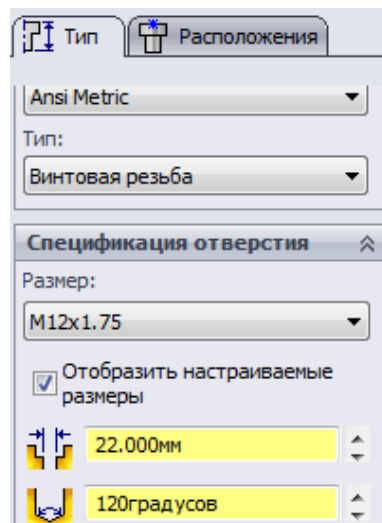

Рис. 26. Налаштування отворів
21. У даному ж вікні нижче у першому списку для налаштування вибираємо “ANSI METRIC”. Нижче у списку вибираємо “ВИНТОВАЯ РЕЗЬБА” Установлюємо далі розмір різьби M12x.15, “ДИАМЕТР СКВОЗНОГО ОТВЕРСТИЯ”– 2 мм., а “ГРАНИЧНОЕ УСЛОВИЕ”–на заданое расстояние, “ГЛУБИНА ГЛУХОГО ОТВЕРСТИЯ” –7.5 мм. (Рис.26).